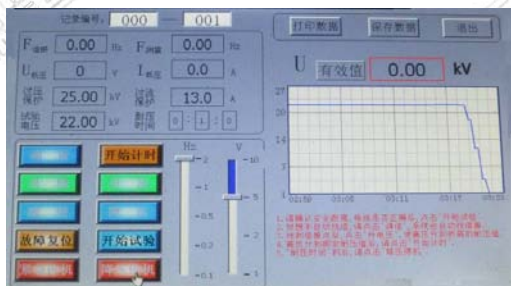

图12
(19) 手动试验：当“试验参数”设置完时，点击“手动试验”，进入“手动试验”界面，显示界面如图 12。